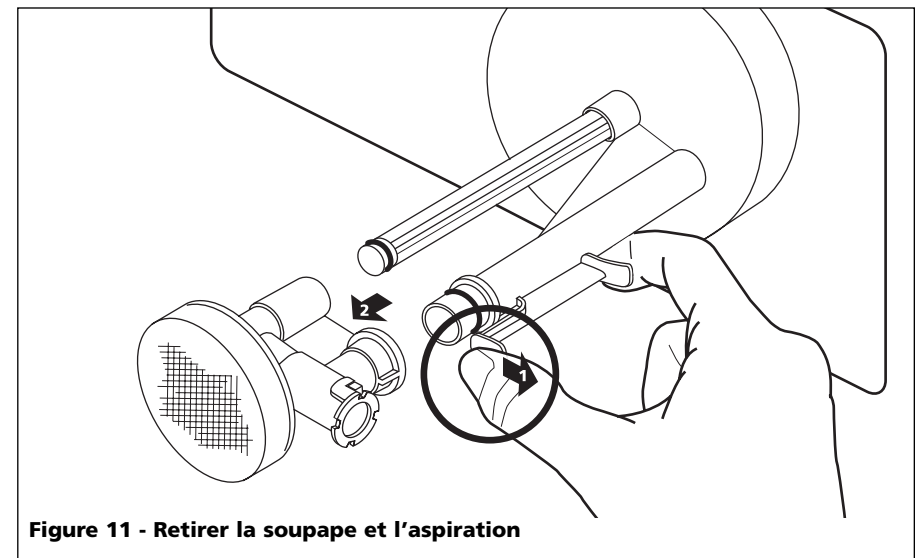

Figure 11 - Retirer la soupape et l'aspiration
\*(See Figures 11 & 12 for valve disassembly.)
1. Retirez le montage de soupape et d'aspiration tel qu'indiqué sous la figure 11.